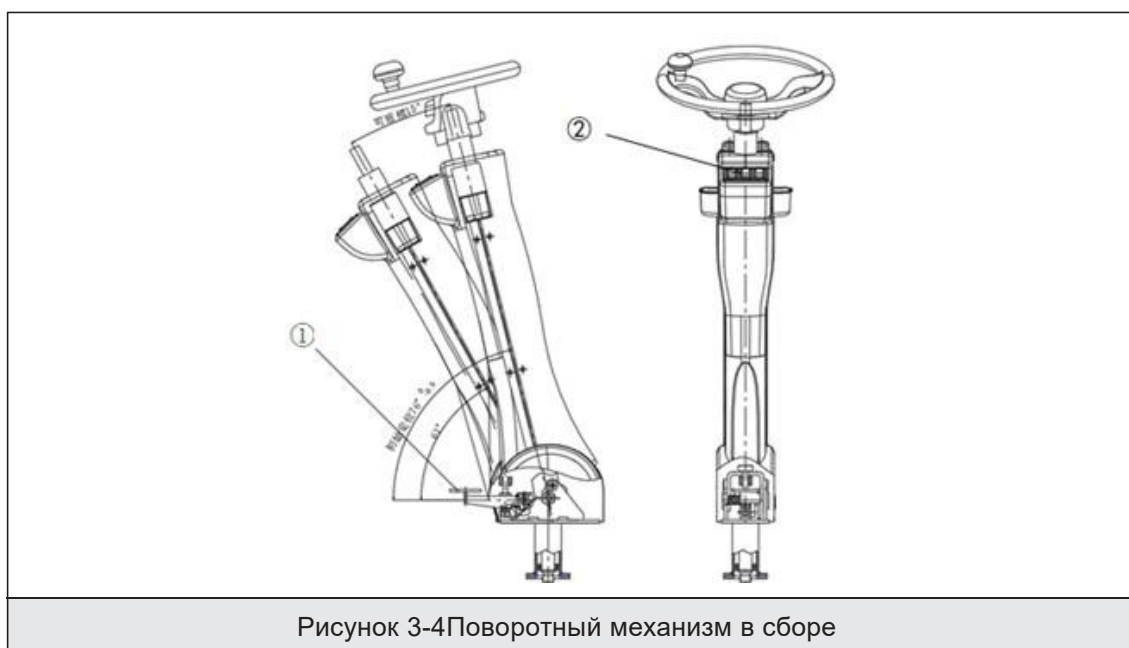

Рисунок 3-4 Поворотный механизм в сборе
Рисунок 3.4 представляет собой схематическую диаграмму поворотного механизма в сборе. Положение ① на рисунке представляет собой конструкцию регулировки переднего и заднего угла поворотного механизма в сборе. Нажмите на регулировочную педаль, чтобы отрегулировать угол поворотного механизма вперед и назад. Пожалуйста, отрегулируйте угол поворотного механизма на правильный угол перед движением автомобиля.